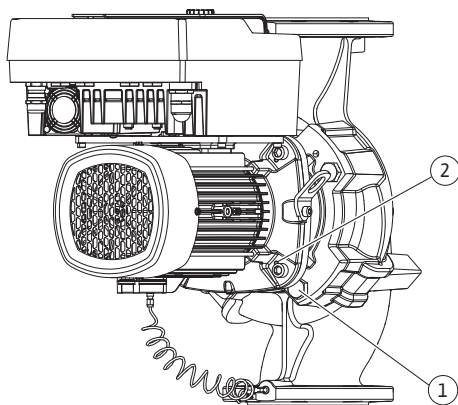

Fig. 104: Afdrukken van de insteekset via draadboringen (DN 100...DN 125)
22. Met het verwijderen van de schroeven (Fig. II, pos. 10) wordt ook de verschilddruksensor losgemaakt van de motorflens. Laat de verschilddruksensor (Fig. I, pos. 8) met fixatieplaatje (Fig. I, pos. 13) aan de drukmeetleidingen (Fig. I, pos. 7) hangen. Koppel de aansluitkabel van de verschilddruksensor in de elektronicamodule los.
23. Druk de insteekset los van het pomphuis. Gebruik daarvoor de twee draadboringen (zie Fig. 104, pos. 1).
31. Verwijder de insteekset (zie hoofdstuk „Beschrijving van de pomp”) door de flensschroeven (Fig. I/III, pos. 29) van het pomphuis los te draaien.
32. Met het verwijderen van de bouten (Fig. I/III, pos. 29) wordt ook de verscheldruksensor losgemaakt van de motorflens. Laat de verscheldruksensor (Fig. I, pos. 8) met fixatieplaatje (Fig. I, pos. 13) aan de drukmeetleidingen (Fig. I, pos. 7) hangen. Maak de aansluitkabel van de verscheldruksensor in de elektronikamodule of aan de steekverbinding los en trek de kabel los.
33. Gebruik de twee draadboringen (Fig. 104, pos. 1) die ernaast liggen om de insteekset van het pomphuis af te duwen en gebruik geschikte bouten (bijv. M10 x 25 mm, niet inbegrepen).
34. Breng een steeksleutel (SW 32 mm) in het lantaarnvenster in (Fig. III, pos. 38) en houd de as bij de sleutelvlakken vast. Draai de waaiermoer (Fig. III, pos. 22) los. Verwijder de eronder liggende ringen (Fig. III, pos. 23) en trek de waaier (Fig. III, pos. 21) van de pompas. Demonteer de vlakke spie (Fig. III, pos. 37).
35. Trek de mechanische afdichting (Fig. III, pos. 25) en de afstandsring (Fig. III, pos. 20) los.
36. Verwijder de tegenring (Fig. III, pos. 26) van de mechanische afdichting uit de zitting van het lantaarnstuk.